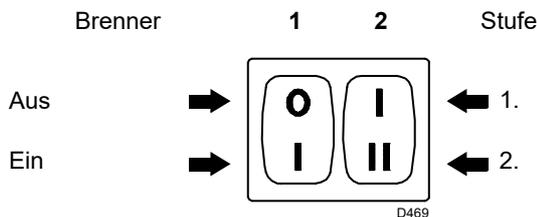
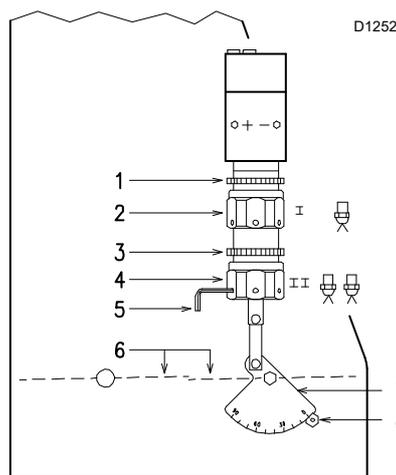

Abb. 18
Abb. 19
– Den Brenner durch Schließen der Fernsteuerungen und mit dem Schalter 1)(Seite 17, Abb. 18) auf "EIN" starten. Der Pumpendrehrichtung muss der Pfeilangabe auf dem Deckel entsprechen.
– Die Pumpe ist dann eingeschaltet, wenn aus der Schraube 3) Heizöl heraustritt. Den Brenner sofort stoppen: Schalter 1)(Seite 17, Abb. 18) auf "AUS" und die Schraube 3) einschrauben.
Den Schalter 1)(Abb. 18) auf "EIN" stellen.
Halten Sie den Brenner in der 1.Stufe, indem Sie den Schalter 2)(Abb. 18) auf die Position der 1. Stufe stellen. Die Öffnung der Luftklappe 6)(Abb. 19) ist auf die gewählte Düse abzustimmen: der Zeiger 8)(Abb. 19) muss mit der Kerbe auf dem Skalensegment 7)(Abb. 19) übereinstimmen. Die Einstellung durch Drehen des Sechskants 2)(Abb. 19) vornehmen:
Den Schalter 2)(Abb. 18, Seite 17) in die Position der 2. Stufe bringen und die Luftklappe 6)(Abb. 19) über den Sechskant 4)(Abb. 19) nach Lockern der Nutmutter 3)(Abb. 19) einstellen.
Zwecks leichterer Regulierung der Sechskantelemente 2) und 4)(Abb. 19) den 3 mm Sechskantschlüssel 5)(Abb. 19) verwenden.